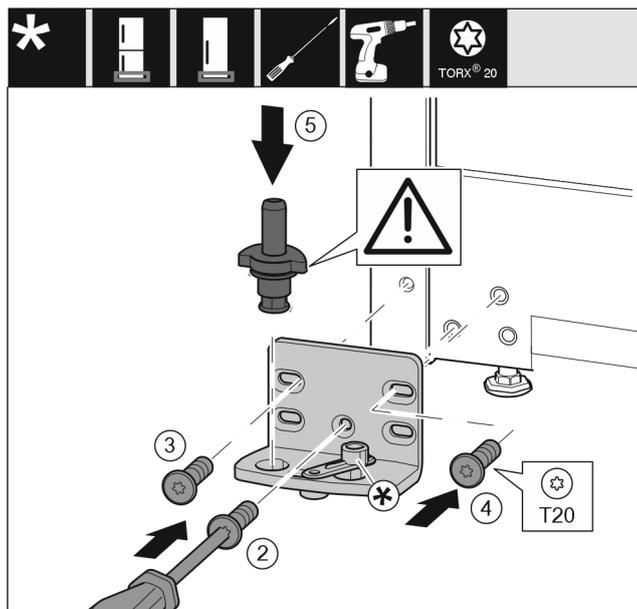

Fig. 17
- ▶ Applicare il blocco di supporto sull'altro lato e avvitarlo con l'aiuto di un cacciavite. Iniziare dalla vite Fig. 17 (2) in basso al centro.
- ▶ Stringere la vite Fig. 17 (3) e la vite Fig. 17 (4).
- ▶ Inserire completamente i perni di supporto Fig. 17 (5). Facendo ciò assicurarsi che la camma di arresto sia rivolta all'indietro.